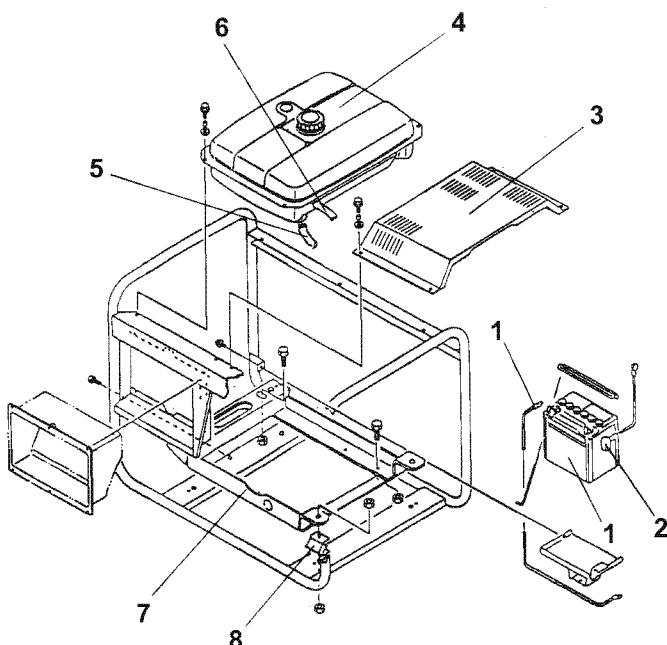

Рис. 13 Рама и дополнительные опоры
- Рис. 13 иллюстрирует объем и содержание работ и расположение узлов.
1. Отсоедините кабели аккумулятора (Рис. 13, (1))
2. Отсоедините аккумулятор (Рис. 13, (2)).
3. Снимите крышку двигателя (Рис. 13, (3)).
4. Отсоедините топливные шланги (Рис. 13, (5), (6)) от двигателя и затем снимите топливный бак (Рис. 13, (4)).
- Закрепите шланг (Рис. 13, (5)) так, чтобы оба конца шланга были отсоединенны во время разборки.
- После закрепления шланга (Рис. 13, (5)), продуйте воздухом шланг (Рис. 13, (5)) вместе с топливным насосом высокого давления.
5. Снимите дополнительные опоры (Рис. 13, (7)).
6. Снимите виброгаситель (Рис. 13, (8)).